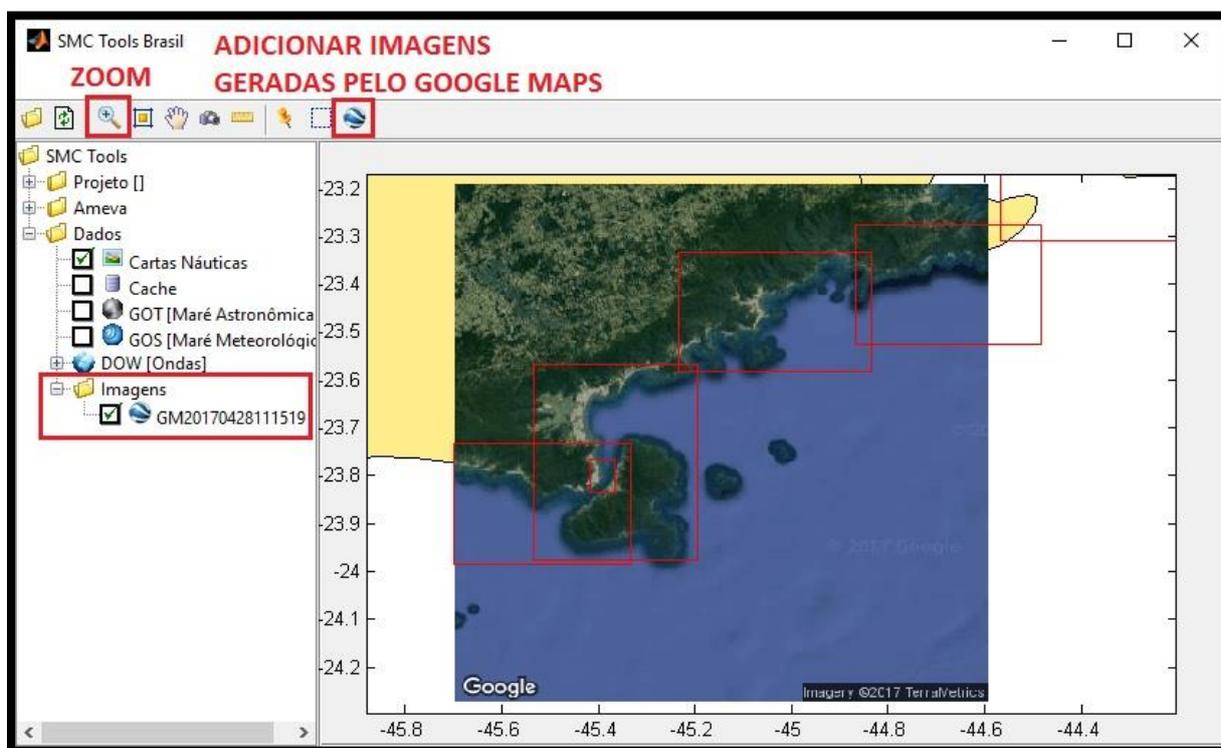

Figura 11 – Manipulação das ferramentas “Zoom” e “Adicionar Imagem do Google Maps”.
- 6) Uma vez posicionado perto da área de interesse, pode-se acrescentar imagens do *Google Maps* selecionando a ferramenta "Adicionar Imagem do *Google Maps*" situada na barra de ferramentas. Em seguida, pressionar o botão esquerdo do *mouse* e arrastá-lo para delimitar a área de interesse. Dessa forma, será adicionada uma imagem⁷ no plano de trabalho e na pasta “Imagens”, no explorador de diretórios à esquerda (Figura 11). Ao aumentar o zoom pode-se, novamente com a ajuda do botão "Adicionar Imagem do *Google Maps*", redefinir as imagens finais da área de estudo, obtendo imagens de melhor qualidade visual (Figura 12);
- 7) Para definir a área de trabalho da zona selecionada (ver coordenadas da Figura 11) utiliza-se o botão () "Selecionar Região" (cria-se um quadrado que selecionará a área de trabalho clicando com o cursor no limite superior esquerdo da zona de interesse e arrastando-o até o limite inferior direito). **IMPORTANTE: Deve-se limitar a região de trabalho de forma suficientemente próxima à área de estudo e suficientemente ampla para permitir a propagação das ondas provenientes de todas as direções existentes e desde zonas de águas profundas.** A seguir se observa que a área de trabalho (área selecionada) está delimitada por um quadro de cor amarela (Figura 13). Em caso de aparecer uma nova janela solicitando para selecionar a área UTM, aceitar a sugestão;